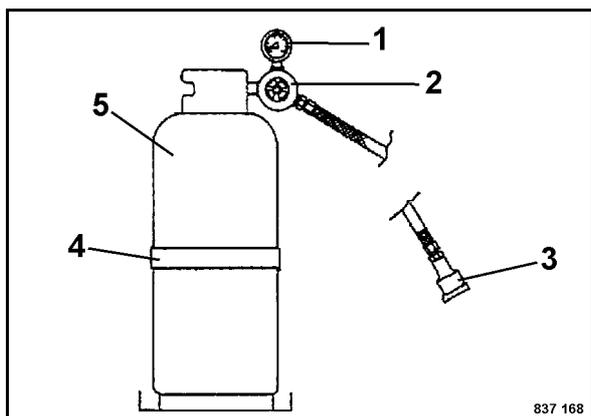

Fig. 81
- Con riscaldamento a gas: Aprire la valvola della bombola (Fig. 81) per il riscaldamento a gas.